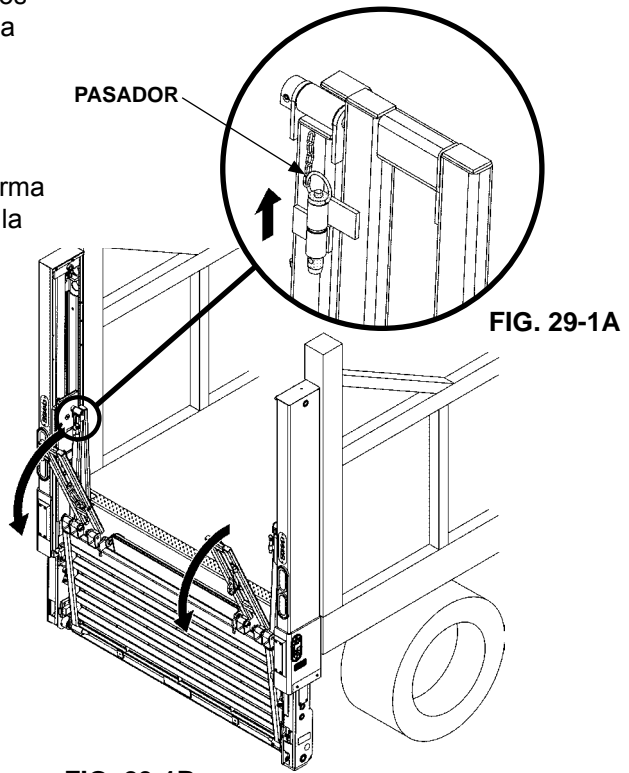

FIG. 29-1B
2. Retire los pasadores (FIG. 29-1A) de ambos lados de la plataforma para desenganchar la barandilla de la plataforma. Baje la barandilla hasta que cuelgue de la plataforma como se muestra en la FIG. 29-1B.